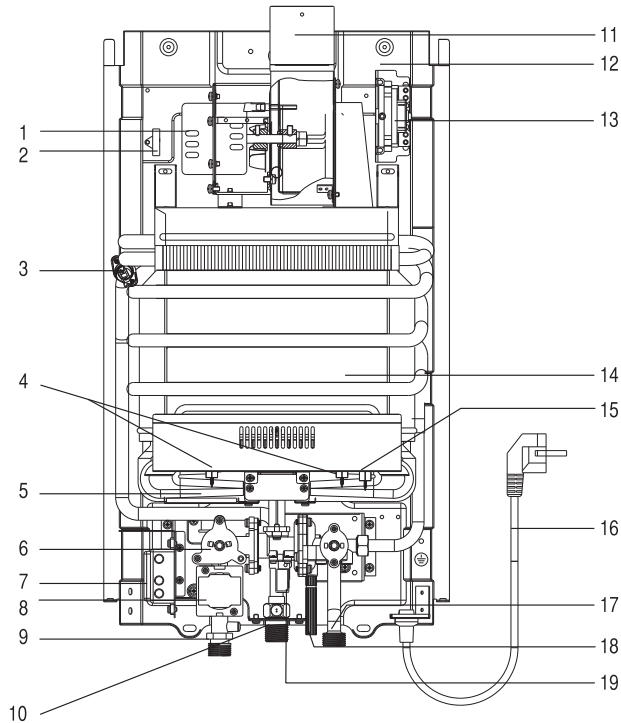

Рис. 5.
- открутите сливную заглушку (18 на схеме устройства, рис. 5), для того, чтобы из водонагревателя вылилась вся вода;